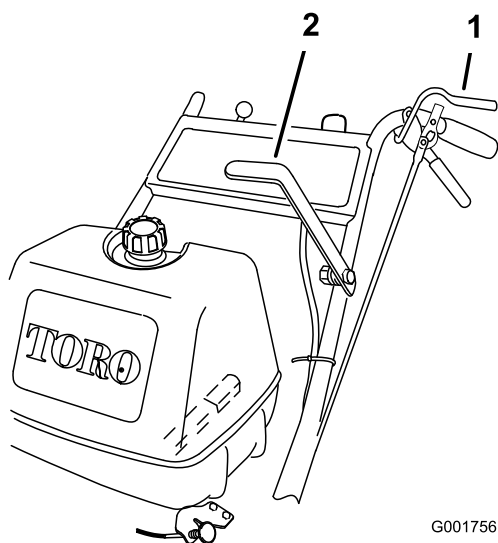

Figure 9
1. Serrez les leviers de contrôle de présence de l'utilisateur (OPC) contre les poignées (Figure 9).
2. Poussez le levier de commande des lames (PDF) fermement en avant jusqu'à ce qu'il bascule en position de verrouillage (Figure 9).
Pour désengager les lames, tirez le levier de commande des lames à fond en arrière (Figure 9). Le moteur s'arrête quand les leviers OPC sont relâchés et que le levier de commande des lames est engagé.